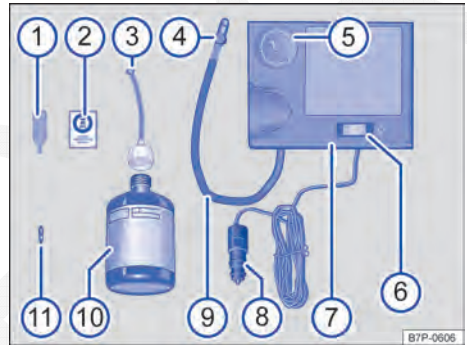

Fig. 288 Representação esquemática: componentes do kit de reparo dos pneus (variante 2).
- Rosquear a mangueira de enchimento dos pneus ⇒ Fig. 288 ⑨ do compressor de ar com firmeza na válvula do pneu.
- Conectar o compressor de ar com o conector do cabo de 12 V ⇒ Fig. 288 ⑧ em uma tomada de 12 V no veículo ⇒ Página 214.
- Ligar o compressor de ar com o interruptor LIGA-DESLIGA ⇒ Fig. 288 ⑥.